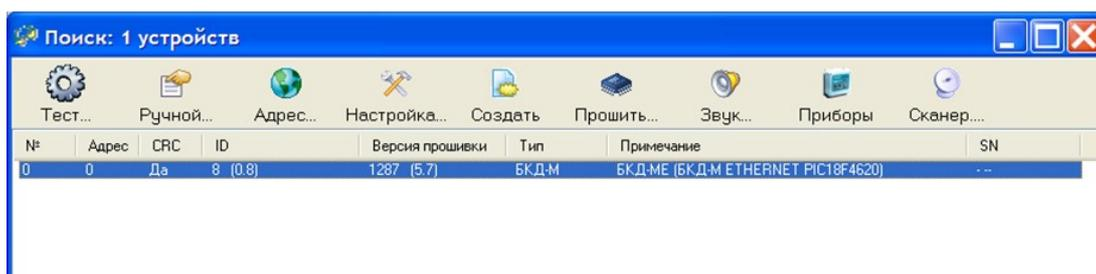

Рисунок 26
6) Выполнить поиск блоков, нажав на кнопку «Поиск». В результате появится список найденных блоков, где в самой верхней строке будет находиться блок БКД-М (рисунок 26). В столбце «Тип» блок БКД-МЕ будет показан как блок БКД-М.